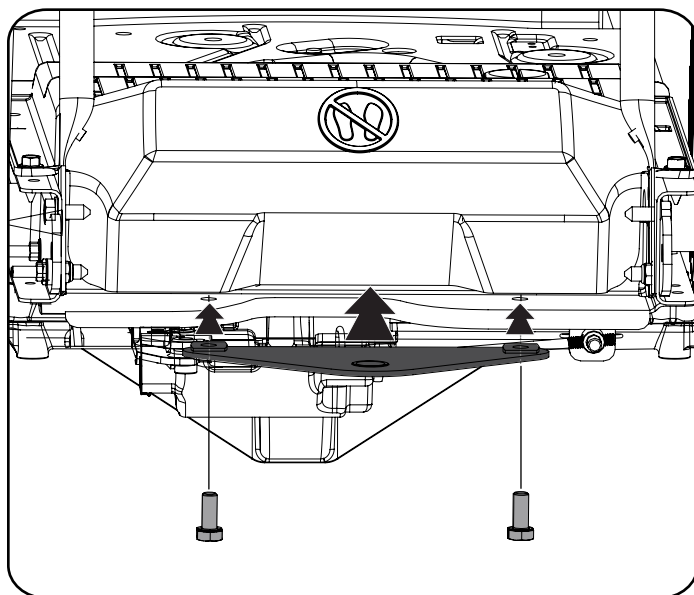

Figura 13
1. Deslice la placa de enganche entre el marco y la cubierta trasera de su jinete. Vea la Figura 13.
2. Cuando los orificios de la placa de enganche y el bastidor estén alineados, instale los dos tornillos hexagonales de la bolsa manual a través del bastidor y en la placa de enganche. Vea la Figura 13.